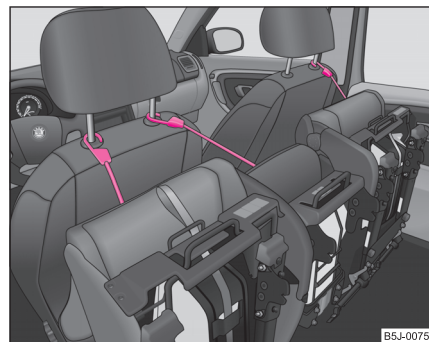

Fig. 54 Asigurarea scaunului rabatat în față
- Asigurați scaunul rabatat, cu ajutorul centurii de fixare, de o tijă a tetierei scaunului din față ⇒ fig. 54. ►